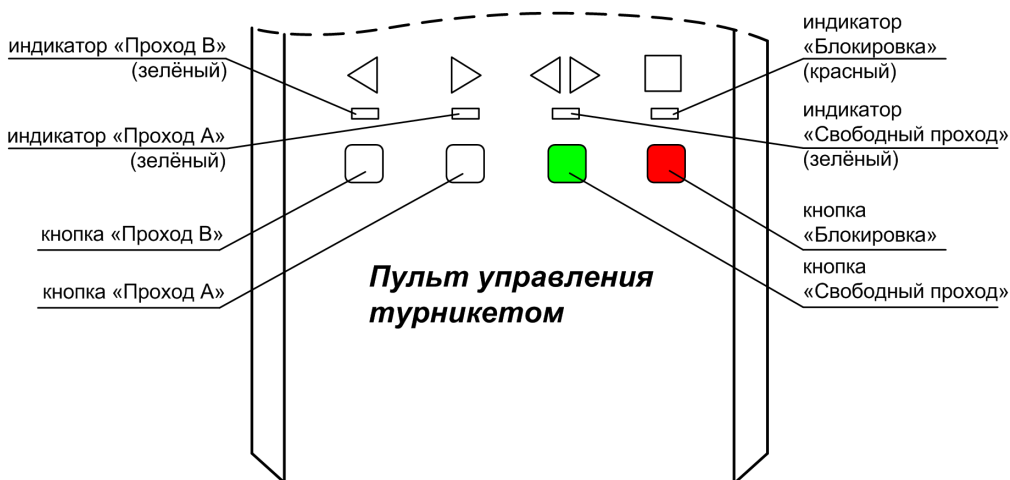

Рис.2 Пульт управления турникетом
Пульт управления турникетом (рис.2) предназначен для ручного дистанционного управления турникетом.
- в режиме «Ожидания» нажмите на кнопку «▶» «Проход А» (рис.2). На индикаторе состояния турникета засветится зелёная стрелка – разрешен однократный проход, проверните планки по направлению стрелки. После проворота засветится красный крестик – турникет снова в режиме «Ожидания»;